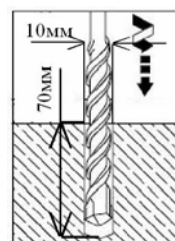

Рис. 3
3. Выполните на месте отметок отверстия Ø10мм, и глубиной не менее 70мм. (См. Рис. 3)